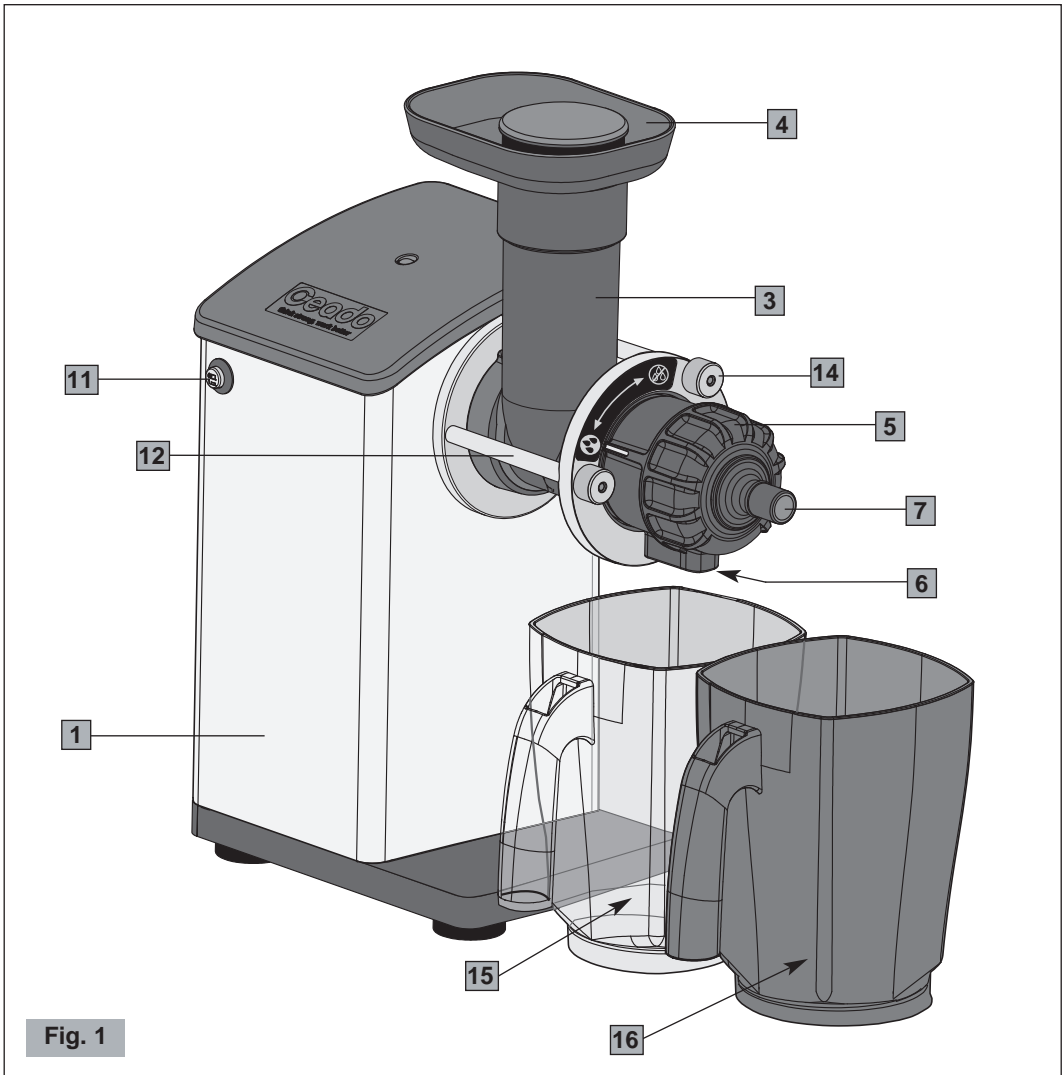
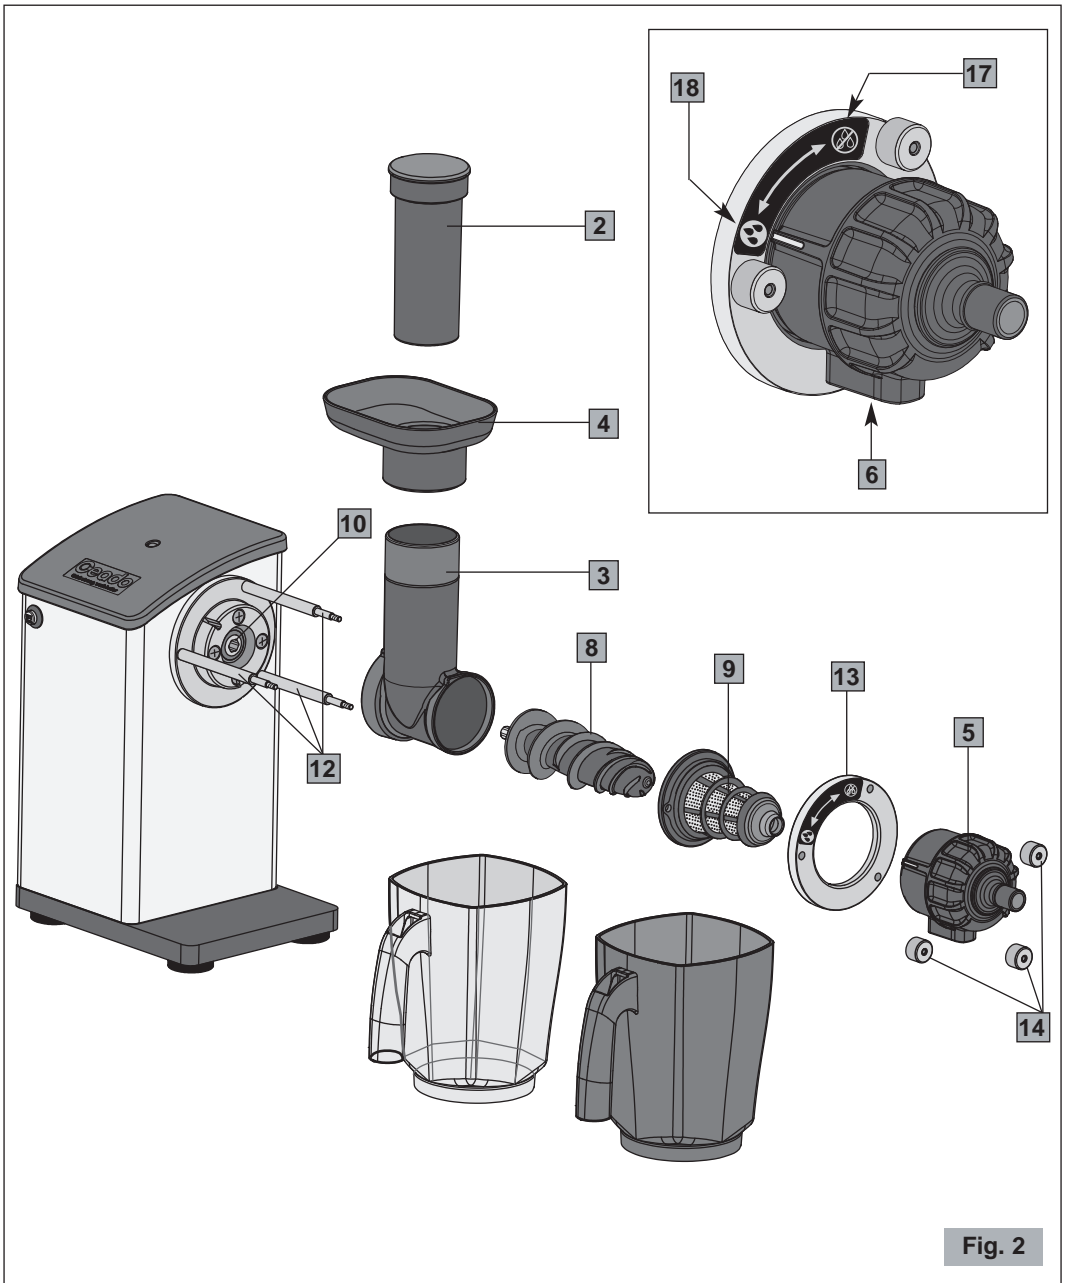

Fig. 1
Fig. 2
Bevor der Stecker in die Steckdose gesteckt wird muss man sich vergewissern, dass sich der ON-OFF-Schalter (11 Abb. 1) auf „O“ (ausgeschaltet) befindet.
- 3** Die Saftbehälter (15, Fig. 1) unter den Saftauslauf und die Fruchtfleischbehälter (16, Abb. 1) unter den Fruchtfleischauslauf stellen.
Während des Gerätebetriebs muss sich die Filterabdeckung (5, Abb. 1) in offener Position befinden (Symbol „Drei Tropfen“). Um ein Tropfen zu verhindern, muss nach Abstellen des Motors die Filterabdeckung so lange um 90° im Uhrzeigersinn gedreht werden (Symbol „Tropfenstopp“).
Componentes principales (Fig. 1 - Fig. 2)
Antes de conectar el enchufe a la toma de corriente, controlar que el interruptor ON-OFF (11 Fig. 1) esté en posición "O" de apagado.
- 3** Colocar el contenedor de zumo (15, Fig. 1) bajo la salida del zumo y el contenedor de pulpa (16, Fig. 1) bajo la descarga de residuos.
Durante el funcionamiento del aparato el cubre filtro (5, Fig. 1) debe estar en posición abierto (símbolo “tres gotas”). Tras haber detenido el motor, para evitar el goteo, cerrar el cubre filtro girándolo de 90° en sentido horario (símbolo “stop gotas”).